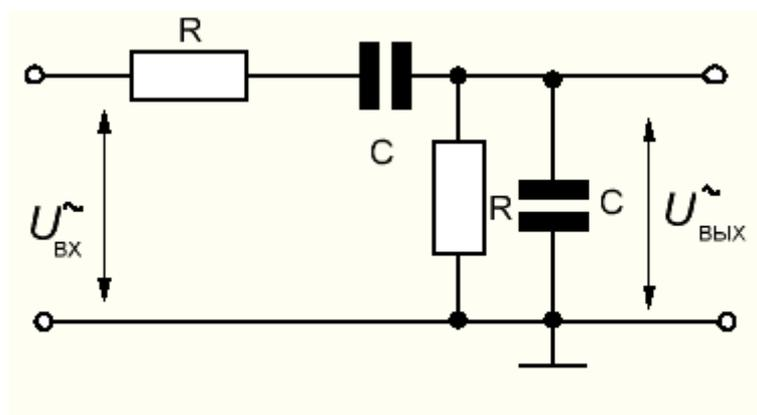

Рис. 2.14
- Соберите цепь для Моста Вина, представленную на рис. 2.14.  $R = 1$  кОм,  $C = 0,1$  мкФ. Первый канал осциллографа подключается для измерения входного напряжения, второй канал подключается для измерения выходного сигнала.